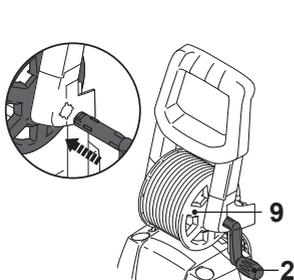

Fig. 2
- > Enfoncez la manivelle (2) dans le trou de l'enrouleur (9) jusqu'à ce qu'elle s'enclenche en position (Fig. 2).